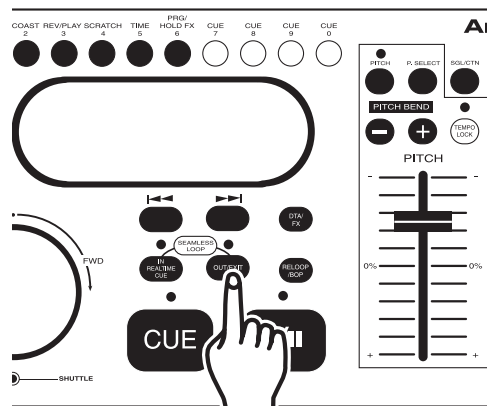

Figura 26
CÓMO ABANDONAR EL EFECTO DE RULO – Para salir de un rulo continuo (SEAMLESS LOOP), presione el BOTÓN OUT/EXIT (28). Las señales LED correspondientes al BOTÓN IN REAL-TIME (26) y OUT/EXIT (28) permanecerán encendidas, pero dejarán de titilar. La reproducción de música se reanudará en forma normal (Figura 26). Ambas señales LED del botón IN REAL-TIME (26) y del botón OUT/EXIT (28) permanecerán encendidas para indicar que hay un rulo guardado en la memoria.